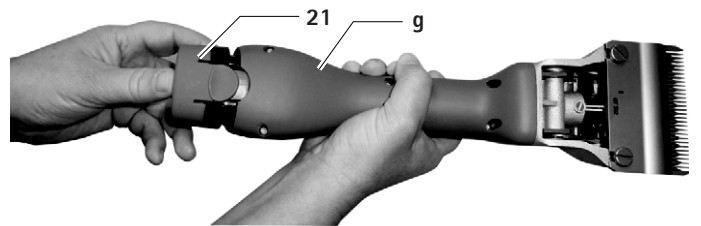

Fig. 2
- ▶ Trekk ut Li-ion-batteriet **21**, lad det opp og/eller skyv inn et reserve li-ionbatteri GT641 (3INR19/66-1) i den batteridrevne klippemaskinen **g**, se Fig. 2.